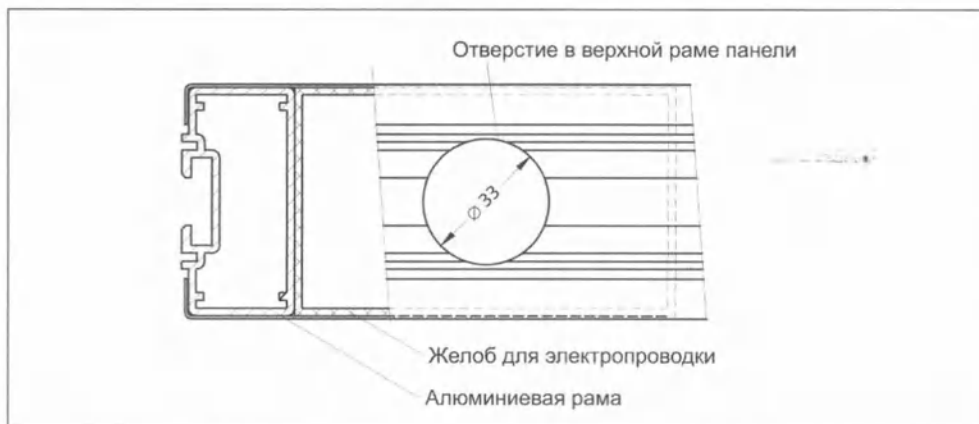

Рис.12 Желоб для электропроводки
4.6. Отверстия для электропроводки (рис. 12 и 13)